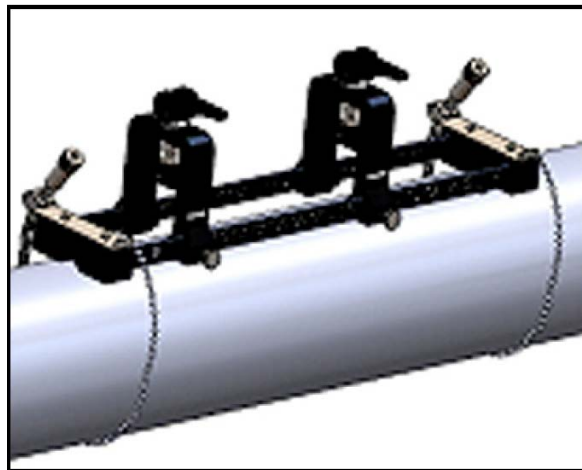

Figura 14: Accesorio instalado con las cadenas
7. Repita los pasos anteriores para instalar la cadena en el extremo opuesto del accesorio con abrazaderas (véase Figura 14 más abajo). El accesorio con abrazaderas debe montarse firmemente en la tubería, pero debe estar lo bastante suelto para permitir realizar la alineación definitiva.